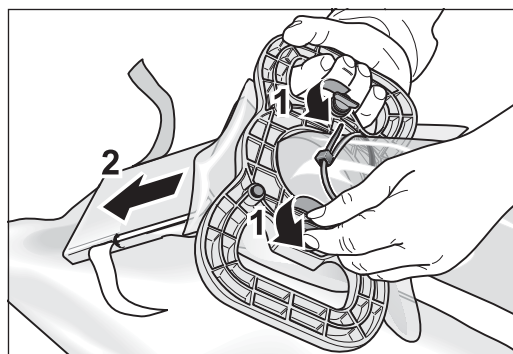

Abb. 30 Die Schnellverschlüsse öffnen (1) und den Staubsack abnehmen (2).
- 15 Halten Sie den Staubsack leicht gekippt, damit eventueller Reststaub zurück in den Staubsack fallen kann und öffnen Sie die beiden Schnellverschlüsse an der Entleervorrichtung (Abb. 30, 1).
- 16 Entfernen Sie die Entleervorrichtung vom Staubsack (Abb. 30, 2).